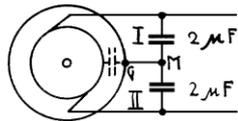

Abb. 2. Eine neue, besonders einfache und sehr Platz sparende Störfreimethode verwendet zwei Blockkondensatoren geeigneter Größe
Schaltung bis jetzt unterlassen.) Im Gegensatz zu der Drosselschaltung benutzt diese Schaltung nur Kondensatoren. In Abb. 2 ist dieselbe schematisch wiedergegeben. Wie ersichtlich, werden dabei die Speiseleitungen des Motors durch zwei in Serie geschaltete Kondensatoren überbrückt und der Mittelpunkt M der Verbindungsleitung mit dem Gehäuse G des Motors verbunden. Die Kondensatoren haben dabei eine Größe von je 2 MF; Versuche haben ergeben, daß mitunter auch schon solche bis 0,1 MF herab ausreichen. Die Prüfspannung soll, um einen Durchschlag der Netzspannung zu verhindern, ein Vielfaches der Netzspannung betragen; 500 bis 1000 Volt sind als Prüfspannung der Kondensatoren ausreichend. Am besten benutze man einen Kondensatorblock, in dem zwei gleiche Kondensatoren bereits in Serie geschaltet und in ein gemeinsames Kästchen zusammengebaut sind. Für die gute Wirksamkeit der Schaltung ist wesentlich: gute Anschlußkontakte, möglichst kurze Verbindungsleitung vom Gehäuse G nach dem Mittelpunkt M. Wurde z. B. die letztere nur auf 3 m vergrößert, dann wirkte die Schaltung fast nicht mehr störfreidend. Auch Widerstände in der Mittelleitung setzen schnell die Wirksamkeit der Schaltung herab. Darum muß auch der Anschluß am Gehäuse gut metallisch und ohne Übergangswiderstände durchgebildet sein. Verfasser hat die Schaltung an einer Reihe von stark störenden Motoren auch im Verein mit der hiesigen Funkhilfe in Fabrikbetrieben angewandt und bis jetzt noch keinen Versager gefunden. Anfängliche Versager ergaben sich nur dann, wenn der Kollektor des Motors starke Verölung und sonstige Verschmutzung aufwies. Wurden dieselben wie oben angegeben beseitigt, dann unterband die Kondensatorschaltung ebenso wirkungsvoll wie die Drosselschaltung die Reststörungen.²⁾
2) Eine theoretische Erklärung für die Wirksamkeit der Schaltung ist ebenfalls möglich: Beachtet man, daß die Ankerwicklung gegen das Motorgehäuse eine ziemlich große Kapazität besitzt, dann kann man sich, wie Abb. 2 zeigt, die Schaltung in zwei geschlossene Schwingkreise, I und II, zerlegt denken. Eventuell entstehende Hochfrequenzschwingungen bleiben dann auf diese beiden Schwingkreise beschränkt und verlieren durch Dämpfung in denselben ihre Energie.
Es sei zum Schluß noch darauf hingewiesen, daß Störfreimungsschaltungen mit Hilfe von Kondensatoren schon seit Jahren bekannt sind. Eine Schaltung beschränkt sich auf die bloße Überbrückung der beiden Speiseleitungen, eine andre benutzt ebenfalls wie in Abb. 2 zwei in Serie geschaltete Kondensatoren, legt jedoch den Mittelpunkt M nicht an das Gehäuse des Motors sondern an Erde. Besonders die letztere Schaltung wird heute vielfach von Firmen, die Kondensatoren fabrizieren, propagiert. Die Erfahrung hat jedoch gezeigt, daß leider beide Schaltungen auch recht häufig versagen. Darum sind die Kondensatorschaltungen in den letzten Jahren stark in Mißkredit gekommen. Verfasser hat durch viele methodische Versuche an störenden Motoren festgestellt, daß auch in solchen Fällen, in denen die letztgenannten älteren Schaltungen vollständig versagten, die neue verbesserte Schaltung die Störungen restlos beseitigte. Der springende Punkt scheint somit nicht allein kapazitive Überbrückung der beiden Speiseleitungen untereinander, sondern auch die kapazitive Überbrückung der Speiseleitungen gegen das Motorgehäuse zu sein. Es sei noch bemerkt, daß mitunter auch die alleinige kapazitive Überbrückung einer der beiden Speiseleitungen gegen das Gehäuse ausreicht. Welche von den beiden Speiseleitungen dann benutzt werden muß, läßt sich in jedem Einzelfalle nur durch den Versuch feststellen. Allerdings wirkt doch die vollkommenere Schaltung nach Abb. 2 kräftiger und sollte daher in der Regel angewandt werden.